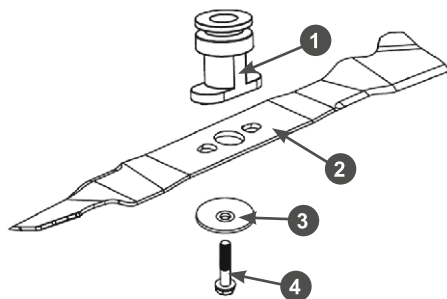

Рис. 24 Установка ножа
3. С помощью соответствующего инструмента открутите болт 4 крепления ножа, снимите шайбу 3 и нож 2 (Рис. 24).
7. Зафиксируйте нож от проворачивания и надёжно затяните болт 4 крепления ножа (Рис. 24).